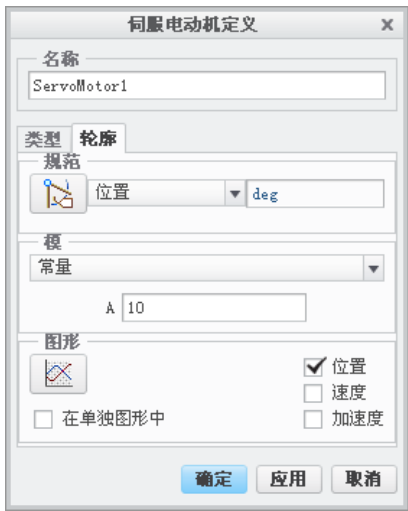

图 9.6.17 “轮廓”选项卡
(3) 定义运动函数: 单击对话框中的 **轮廓** 选项卡, 系统显示图 9.6.17 所示的界面, 在该界面中进行下列操作:
① 选择规范。在 **规范** 区域的列表框中选择 **速度**。
② 选取运动函数: 在 **模** 区域的下拉列表中选择函数类型为 **常量**, 在“A”文本框中输入数值 10。